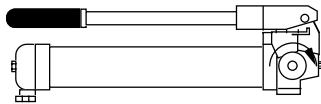

Figura 1
1. Chiudere la valvola di rilascio girandola in senso orario, come illustrato nella figura 1.
1. Cerrar la válvula de alivio girándola en sentido de las manecillas del reloj, como se muestra en la figura 1.